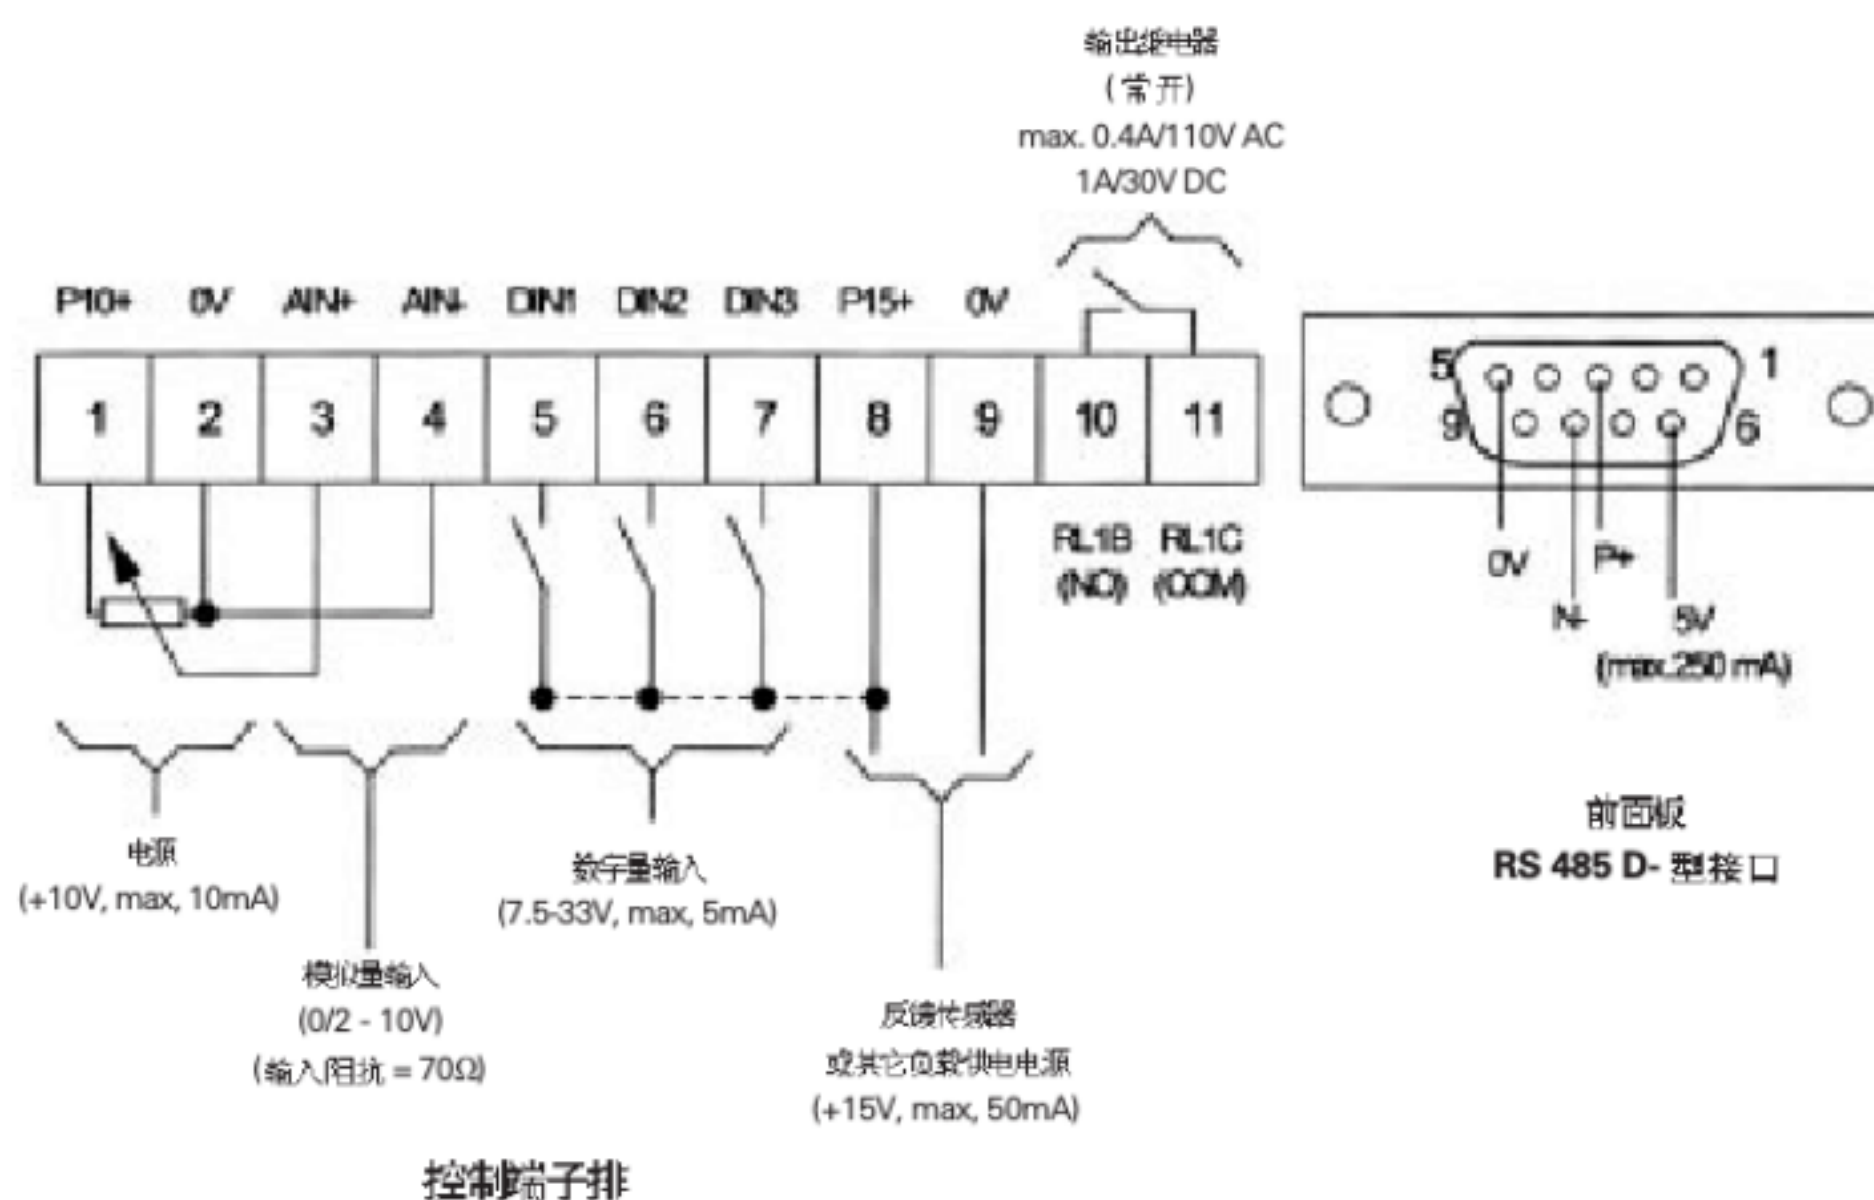
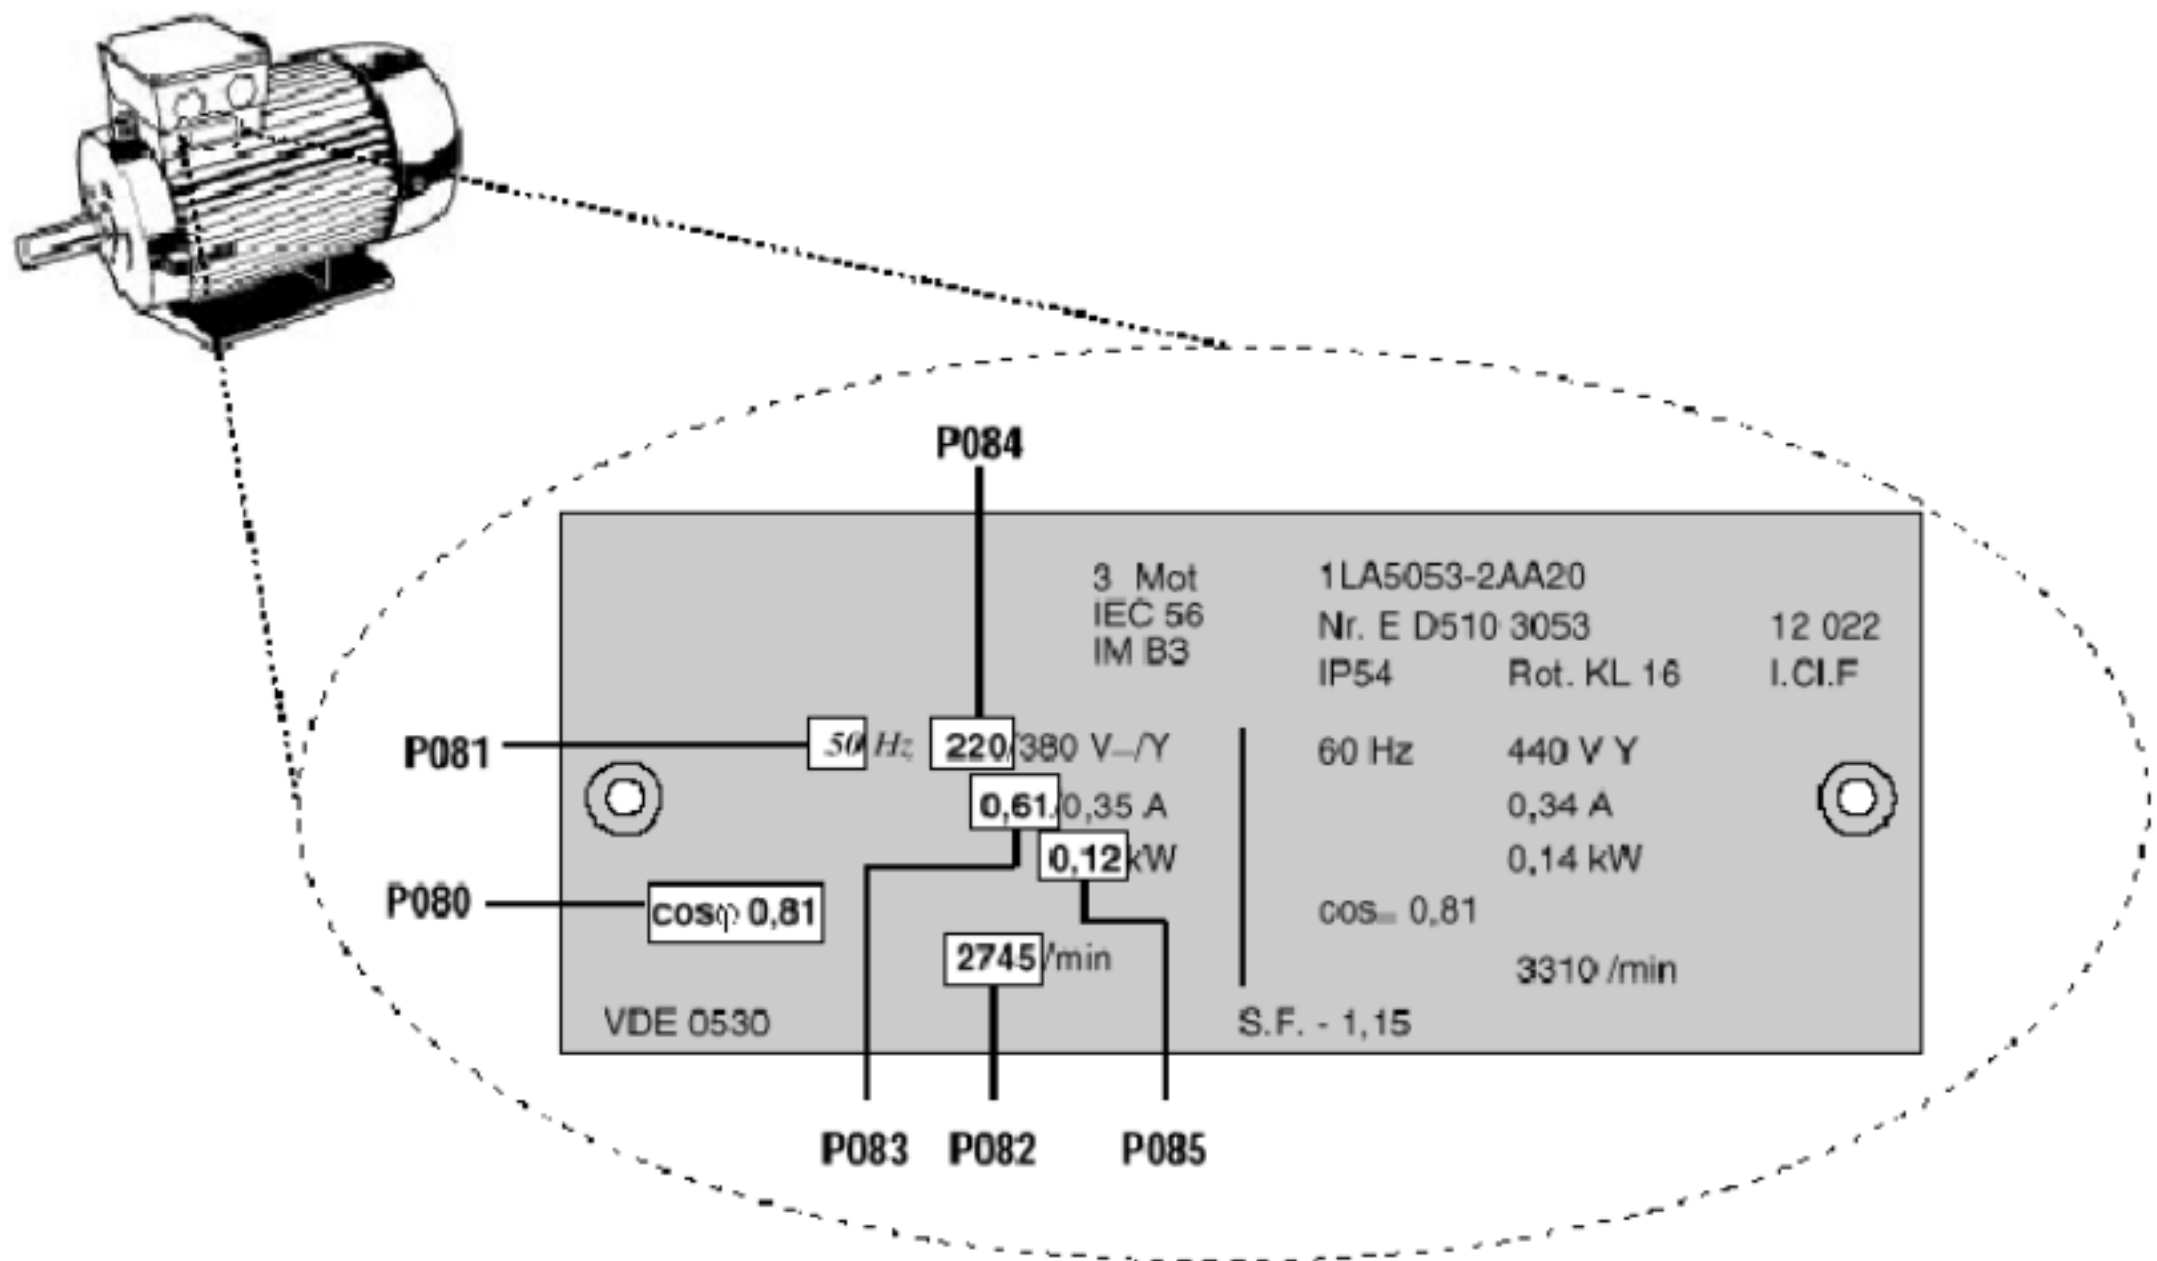

图6: 控制线连接
图 10: 电机额定铭牌示例
- (1) 将一个简单的启/停开关将端子 5 和 8 连接起来,这样变频器为顺时针旋转运行状态(出厂设定值)。
- (2) 接通变频器主电源。将参数 P009 设为 002 或 003,使所有的参数可以被调整。
- (3) 将参数 P006 设定为 000,定义为开关量控制。
- (4) 将参数 P007 设为 000,定义为开关量输入(此时为 DIN1(端子 5)),并使前面板控制无效。
- (5) 将 P005 设置为所需要的频率。
- (6) 将电机额定铭牌上的数据对应地输到 P081 到 P085(参见图 10)。
- (7) 将启/停开关接通,变频器将驱动电机按 P005 中所设为频率运行。
- (1) 用一个简单的启/停开关将端子 5 和 8 连接起来,这样变频器设定为顺时针旋转运行(出厂设定状态)。
- (2) 按图 6 所示将一个 4.7K $\Omega$  的电位器连接到控制端子,或将端子 2 (0V) 和端子 4 连接上,并将一个 0-10V 信号输入到端子 2 (0V) 和端子 3 (AIN+) 之间。
- (3) 接通变频器的主电源。将参数 P009 设为 002 或 003,使所有的参数可以被调整。
- (4) 将参数 P006 设定为 001,即为模拟量控制。
- (5) 设置参数 P007 为 000,即为数字量输入(此时为 DIN) (端子 5)),并使前面板控制无效。
- (6) 通过参数 P021 和 P022 设置最小和最大输出频率。
- (7) 将电机额定铭牌上的数据对应地输到 P081 到 P085(参见图 10)。
- (8) 将启/停开关接通,转动电位器(或调节模拟量输入电压)直到变频器上显示出所需要的频率。